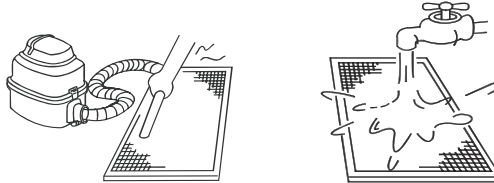

Fig. 5-5 Fig. 5-6
- Le côté d'entrée d'air doit être positionné vers le haut lors de l'utilisation de l'aspirateur (Fig. 5-5), alors qu'il doit être placé vers le bas si l'eau est utilisée pour le nettoyage du filtre (Fig. 5-6).